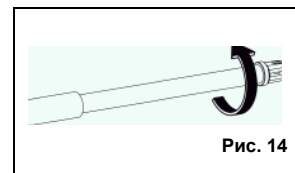

Рис. 14
6. Втянуть шток привода поворотом на 1/2 или 1 оборот по часовой стрелке (рис. 14).